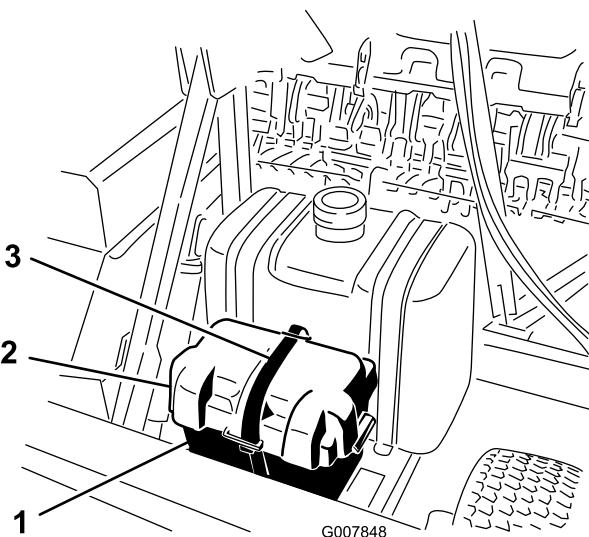

Figura 3
- Rimuovete la cinghia che fissa il coperchio della batteria alla cassetta (Figura 3).